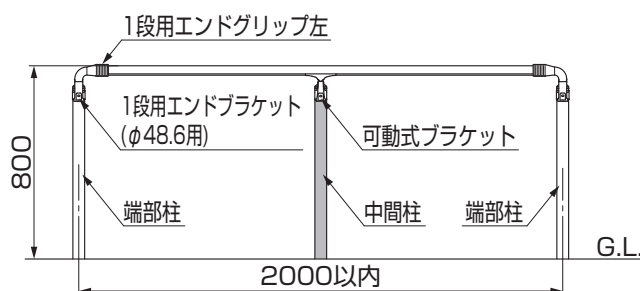

図11-4
- 端部柱と端部柱の間には、中間柱を最低1本は設けてください。(図11-4参照)